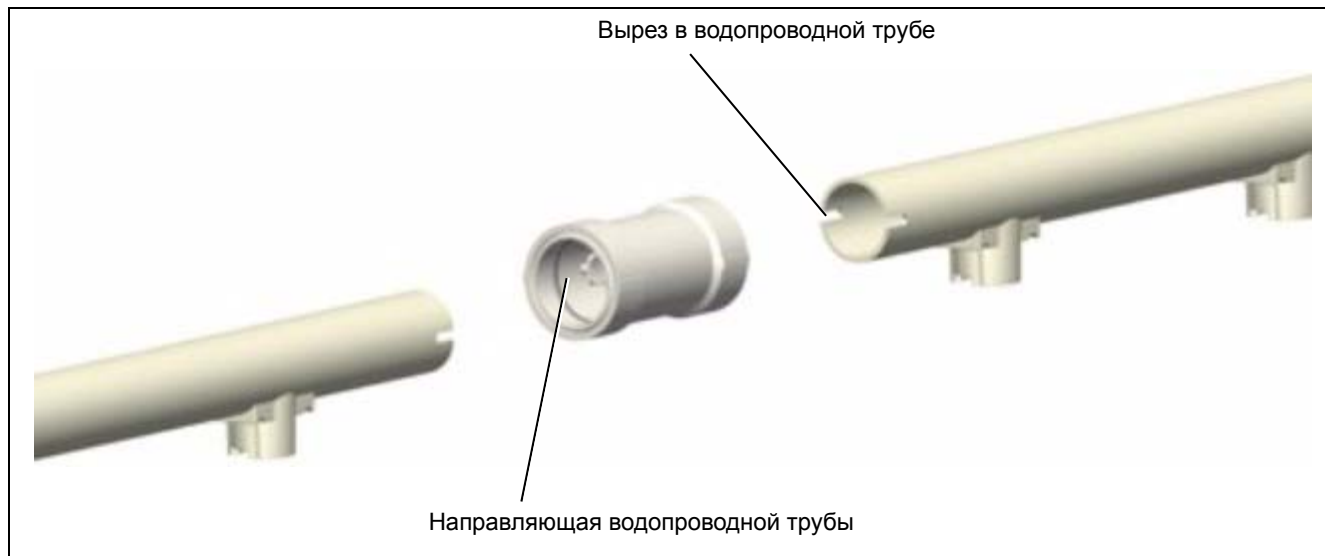

Рисунок 6H
5. Подсоедините оставшиеся водопроводные трубы, выровнявая направляющие, надевая соединительный элемент на предыдущую трубу и вставляя следующий отрезок в соединительный элемент. (См. Рисунок 6H.) Продолжайте устанавливать крепления подвески (CW-10008) на удлиняющуюся трубу.